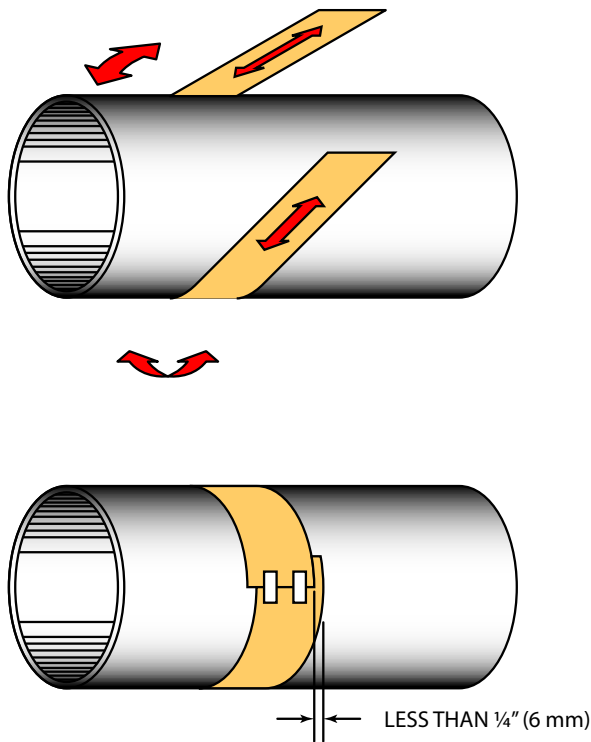

ABBILDUNG 2.11 – AUSRICHTUNG MIT PAPIERVORLAGE
- 1) Wickeln Sie das Papier wie in **Abbildung 2.11** dargestellt um das Rohr. Richten Sie die Papierenden auf 6 mm aus.